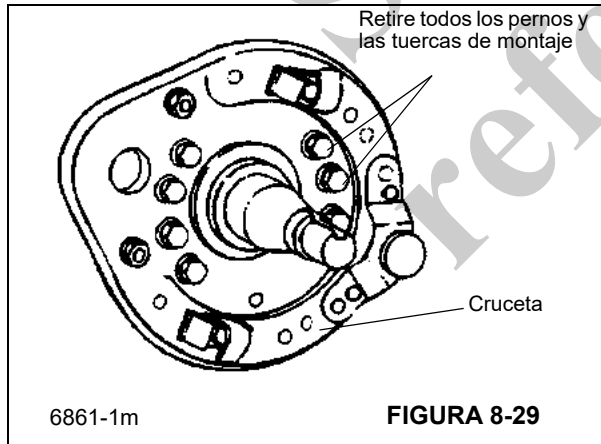

FIGURA 8-29
9. Retire las tuercas de fijación de la cruceta al eje y retire la cruceta (Figura 8-29).